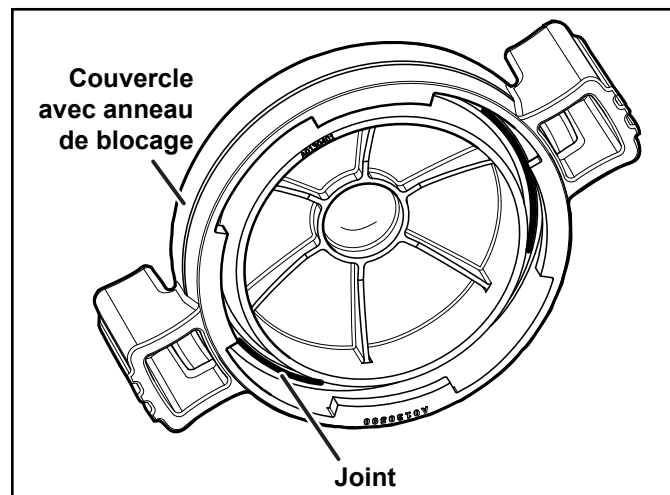

Figure 13. Joint torique dans le couvercle
4. En suivant les repères sur l'anneau de blocage, tourner la bague dans le sens anti-horaire jusqu'à ce que les repères de démarrage (START) s'alignent avec les ports. Vous reporter aux figures 13 et 14.